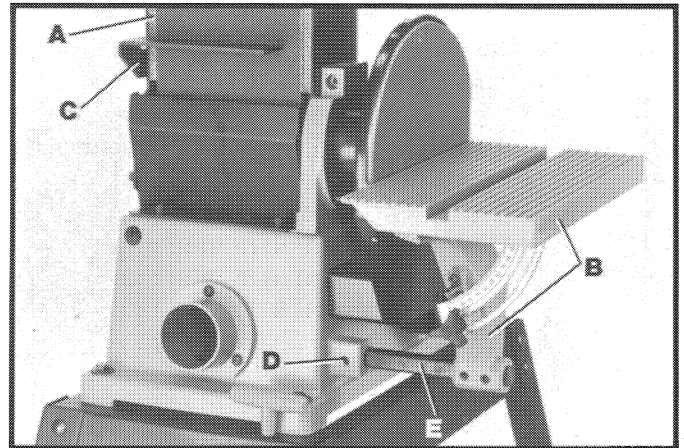

Fig. 33
Cuando el brazo de lijado (A) Fig. 33 se encuentra en la posición vertical, se puede mover el conjunto de mesa completo (B) desde la unidad de disco a la unidad de correa en la siguiente manera:
1. Quite el contratope (C) Fig. 33 de la máquina.
2. Afloje el tornillo (D) Fig. 33 y quite la barra de apoyo (E) junto con el conjunto de la mesa (B) de la unidad de disco cuidadosamente.